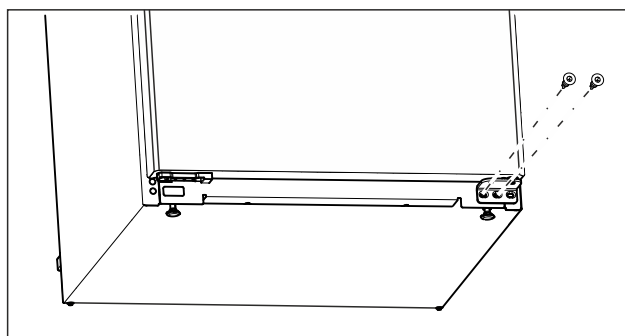

Fig. 13
- ▶ Wykręcić środkową śrubę przy dolnej płytce zawiasu śrubokrętem Torx 20. (patrz Fig. 13)
- ▶ Wykręcić wewnętrzną śrubę przy dolnej płytce zawiasu śrubokrętem Torx 20. (patrz Fig. 13)